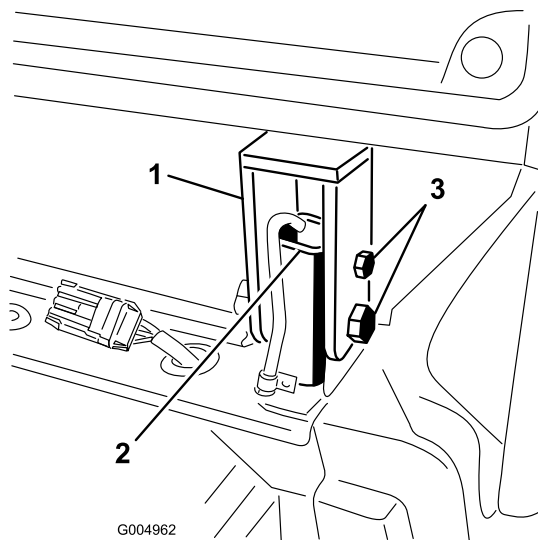

Figura 115
38. Aperte os parafusos e as porcas que fixam os suportes de montagem traseiros da cabina às colunas ROPS (Figura 115).